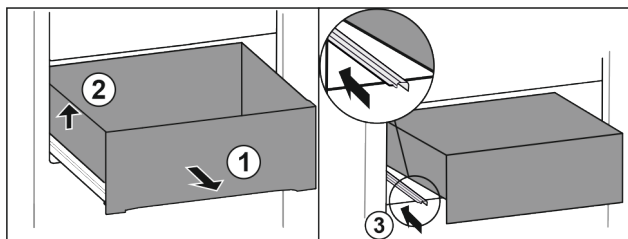

Fig. 74
- ▶ Vytiahnite zásuvku až na doraz. Fig. 74 (1)
- ▶ Nadvíhnite zásuvku doľava. Fig. 74 (2)
- ▶ Zasuňte ľavú koľajničku. Fig. 74 (3)